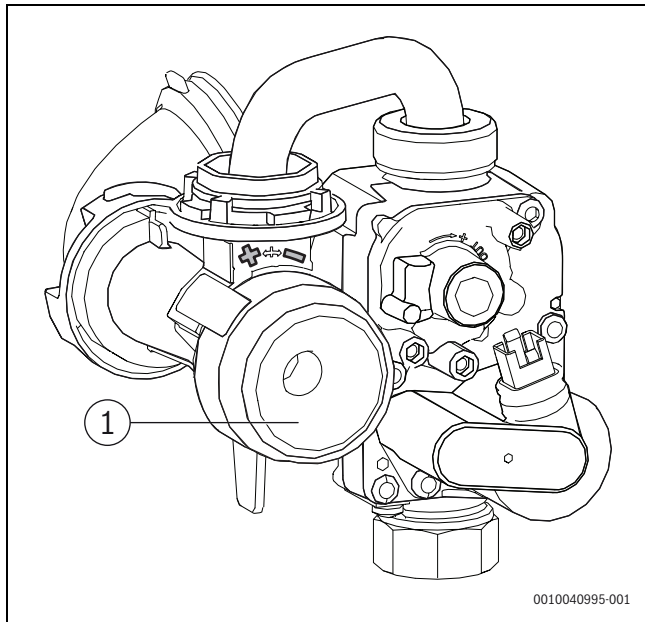

Bild 75 Gas-Luft-Verhältnis einstellen
- ▶ O₂- oder (CO₂-)Gehalt für die in der Tabelle angegebene maximale Nennwärmeleistung prüfen und ggf. nachstellen (→ Seite 62, Bild 75).